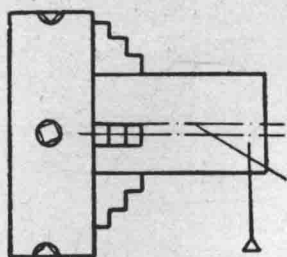

图12 校正工件在水平和垂直方向的位置。
5. 在床面上放一块小型平板，平板上放一个划针盘，针尖对准偏心圆线，校正偏心圆。然后把针尖对准在外圆水平线上（图 12），自左至右检查工件是否在水平线上；也就是说工件是否有向上或向下倾斜。接着把工件转过 90° 用同样方法检查另一条水平线。最后复查一遍（如果没有平板，可将划针盘放在大拖板上）。